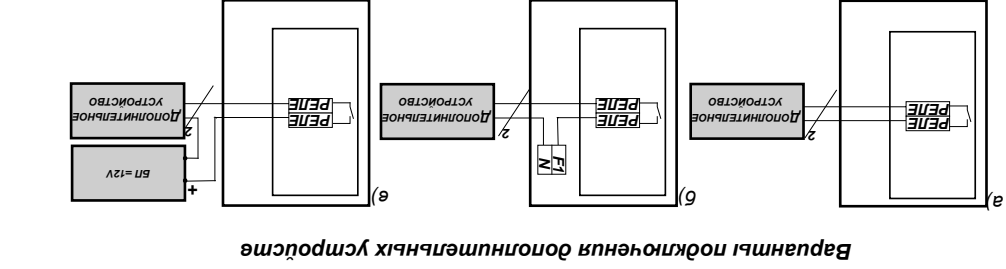

Рис. 1
Электрический монтаж рекомендуется выполнять согласно Рис.1 Приложения Б в приведенной ниже последовательности.
2.2.2 Подключить дополнительное устройство, например светозвуковой оповещатель, к клеммам «РЕЛЕ» на плате «ТТ003», согласно одного из приведенных ниже вариантов на Рис. 1.